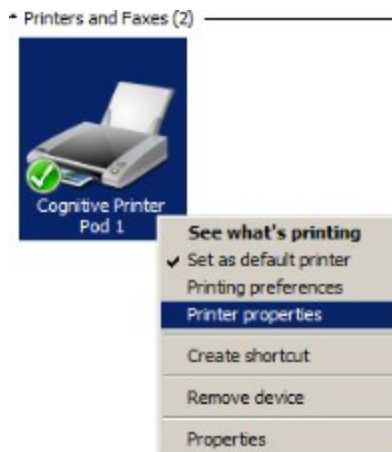

Figure 17-3: Vyberte Printer Properties (Vlastnosti tiskárny)
4. Klikněte pravým tlačítkem na příslušnou ikonu tiskárny Cognitive a ve vyskakovací nabídce vyberte **Printer Properties (Vlastnosti tiskárny)**, jak je ukázáno na Figure 17-3.